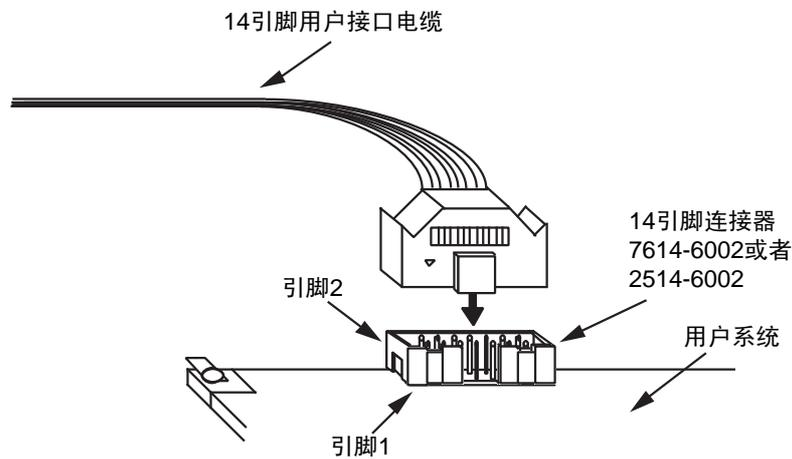
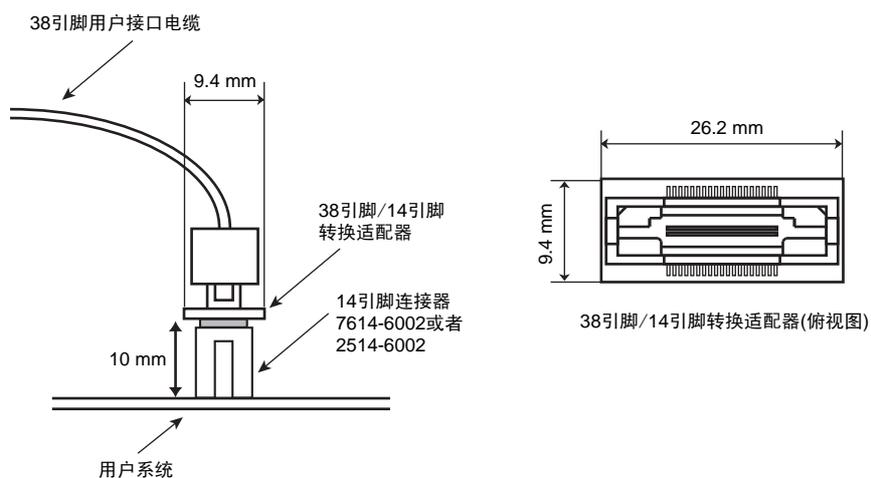

图 2.1 E1 仿真器的 14 引脚连接器和用户接口电缆的连接方法
图 2.2 E20 仿真器的 14 引脚连接器和用户接口电缆的连接方法
- (1) 在使用 14 引脚连接器时，请不要在周围 5mm 以内安装高于 10mm 的部件。E1 的 14 引脚连接器和用户接口电缆的连接例子如图 2.1 所示，E20 的使用 38 引脚 /14 引脚转换适配器的 14 引脚连接器和用户接口电缆的连接例子如图 2.2 所示。